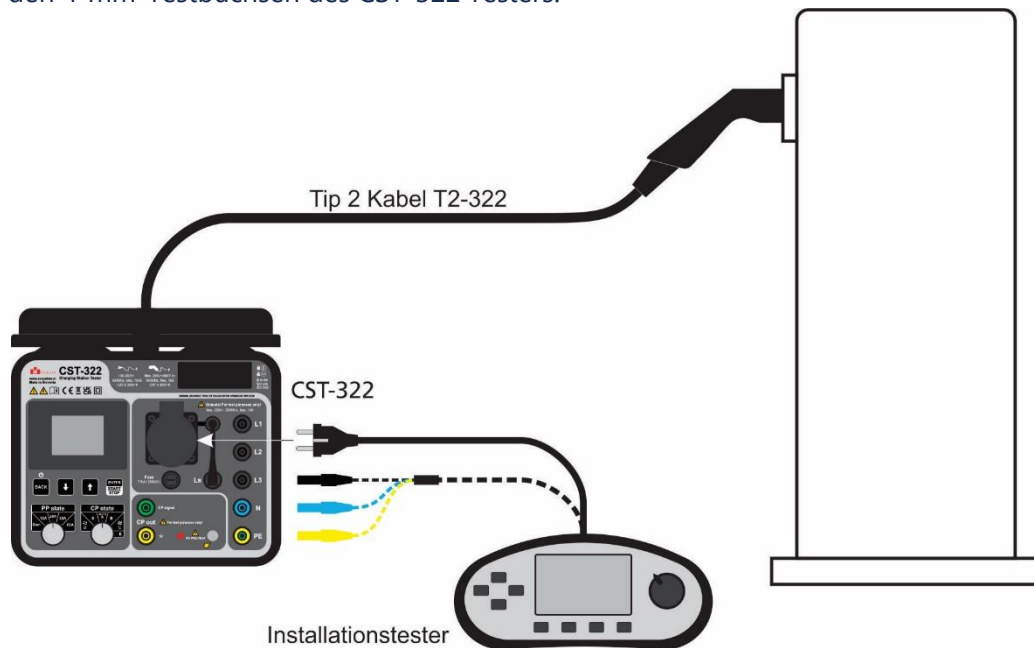

Abbildung 10: Anschluss eines Installationsprüfgeräts an den CST-322 Tester
- Verbinden Sie einen Installationsprüfer gemäß Abbildung 10 mit der Schuko-Steckdose oder den 4-mm-Testbuchsen des CST-322 Testers.